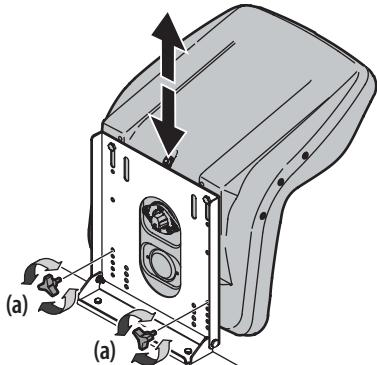

Figure 16
3. Replacez les boutons dans l'un des quatre trous et serrez solidement. Consultez la Figure 16.